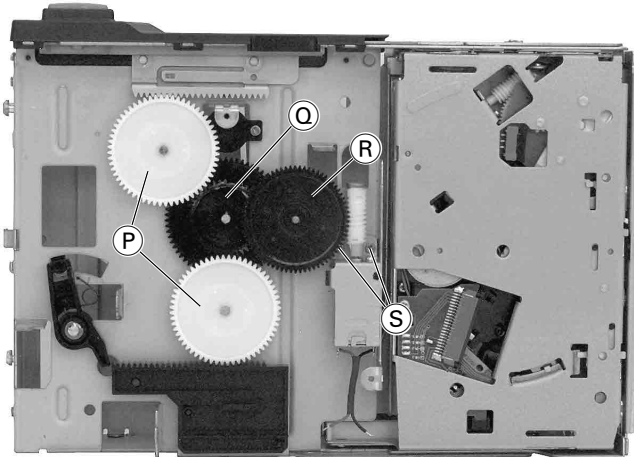
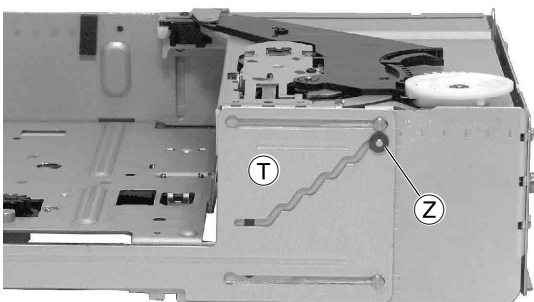
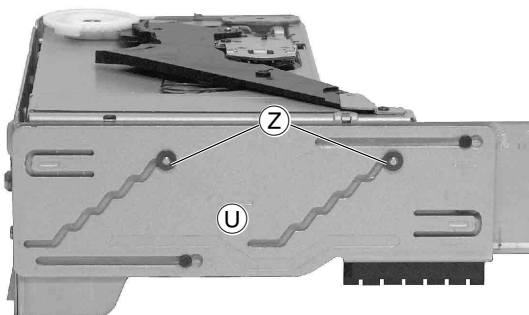

Fig. 8
Fig. 10
Fig. 12
**6. Loading-Antrieb zerlegen (Fig. 8)**
- Die Zahnräder (P), (Q) und (R) können mit einem Schraubendreher herausgehoben werden.
- Zum Ausbau des Motors Zahnrad (R) ausbauen und die 2 Schrauben (S) heraus-schrauben.
- **Achtung:** Wurde wenigstens eines der beiden Zahnräder (P) ausgebaut, beim Zusammenbau darauf achten, dass die 2 Schieber (T) (Fig. 10) und (U) (Fig. 12) in der gleichen Position stehen.
- Loading-Einheit in die oberste Position bringen (vgl. Fig. 10 und 12).
- 3 Sicherungsscheiben (Z) (Fig. 10 und 12) abziehen.
**6. Disassembling the loading drive (Fig. 8)**
- The gear wheels (P), (Q) and (R) can be pushed out with a screw-driver.
- Remove gear wheel (R) and undo the 2 screws (S) to remove the motor.
- **Attention:** If at least one of the gear wheels (P) had been removed, take care that both slides (T) (Fig. 10) and (U) (Fig. 12) are in the same position when reassembling.
- Move the loading unit to the topmost position (see Fig. 10 and 12).
- Pull off the 3 retainer washers (Z) (Fig. 10 and 12).